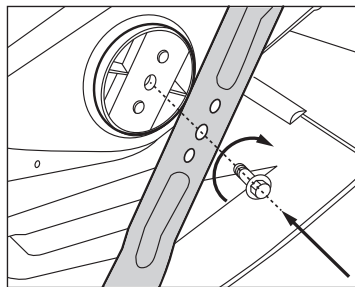

Рис. 10
5. Закрепите новый нож болтом, подложив под него шайбу. Обратите внимание на то, чтобы нож был правильно ориентирован (рис. 10).